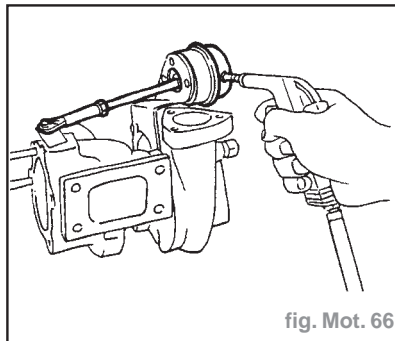

fig. Mot. 66
- Appliquer de l'air comprimé à la commande de la soupape de décharge pour en vérifier le bon fonctionnement (fig. Mot. 66).